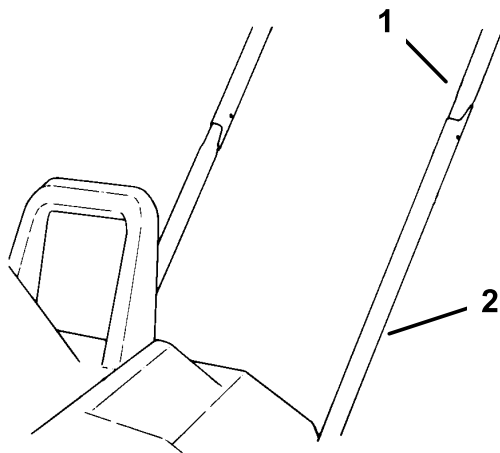

Figure 3
3. Avec précaution, placez le côté droit du tube supérieur sur l'extrémité du tube inférieur droit (Figure 3).
4. Avec précaution, insérez le côté gauche du tube supérieur dans l'extrémité du tube inférieur gauche (Figure 3).
5. Rapprochez les tubes supérieurs et agitez-les doucement pour les faire descendre jusqu'à ce que les trous de montage des tubes supérieur et inférieur soient alignés (Figure 3).